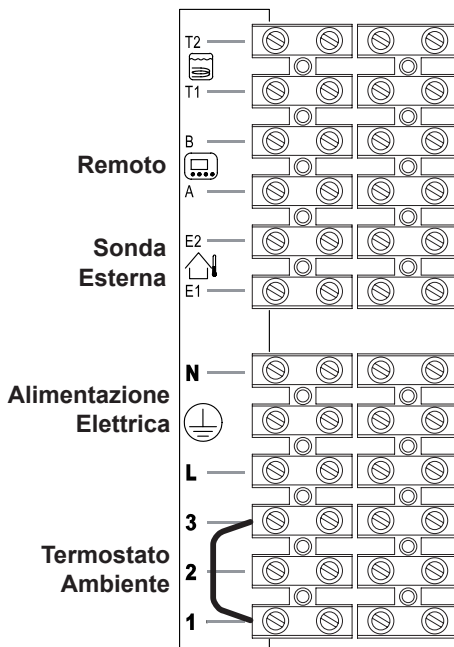

Figura 5.24
Per il collegamento della sonda esterna servirsi dei morsetti indicati in Figura 5.24.
Per il collegamento del remoto servirsi dei morsetti indicati in Figura 5.24.
**Il ponticello elettrico collegato nella morsettiera termostato ambiente tra i morsetti "1 e 3" non va rimosso Figura 5.24.**